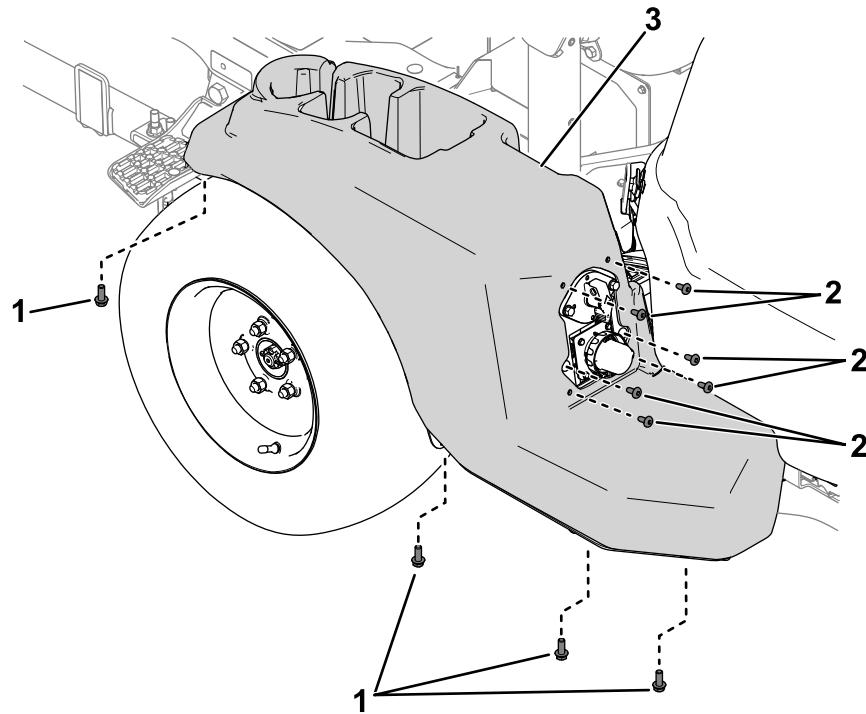
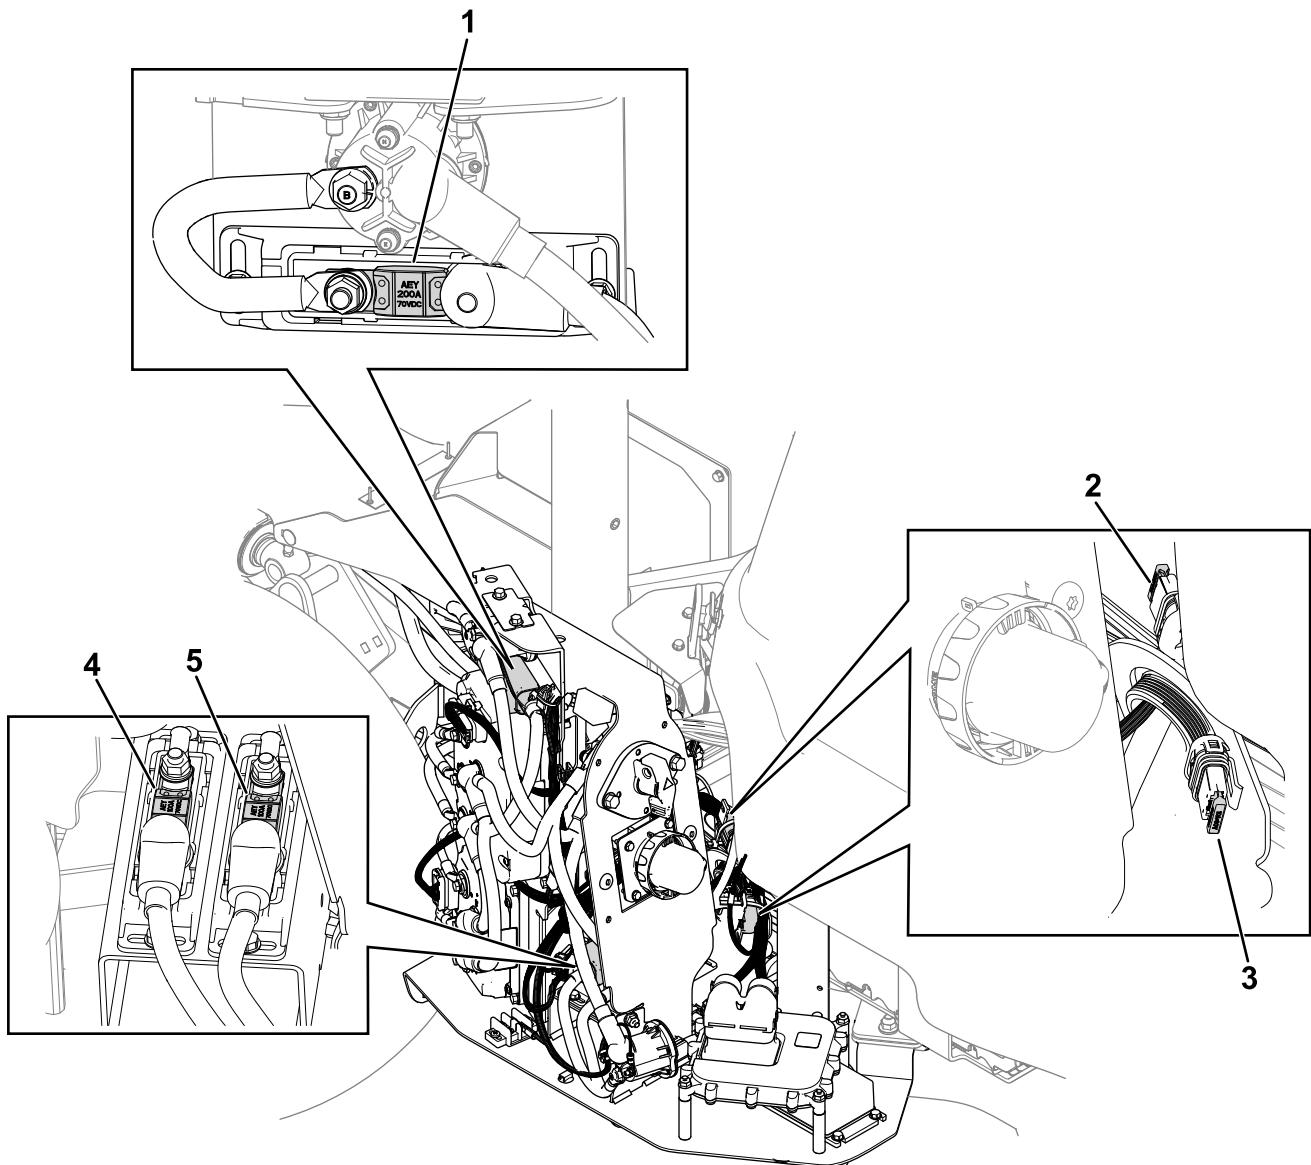

Figure 49
Figure 50
- Déposez le carénage sur le côté gauche de la machine (Figure 49) pour localiser les fusibles (Figure 50).